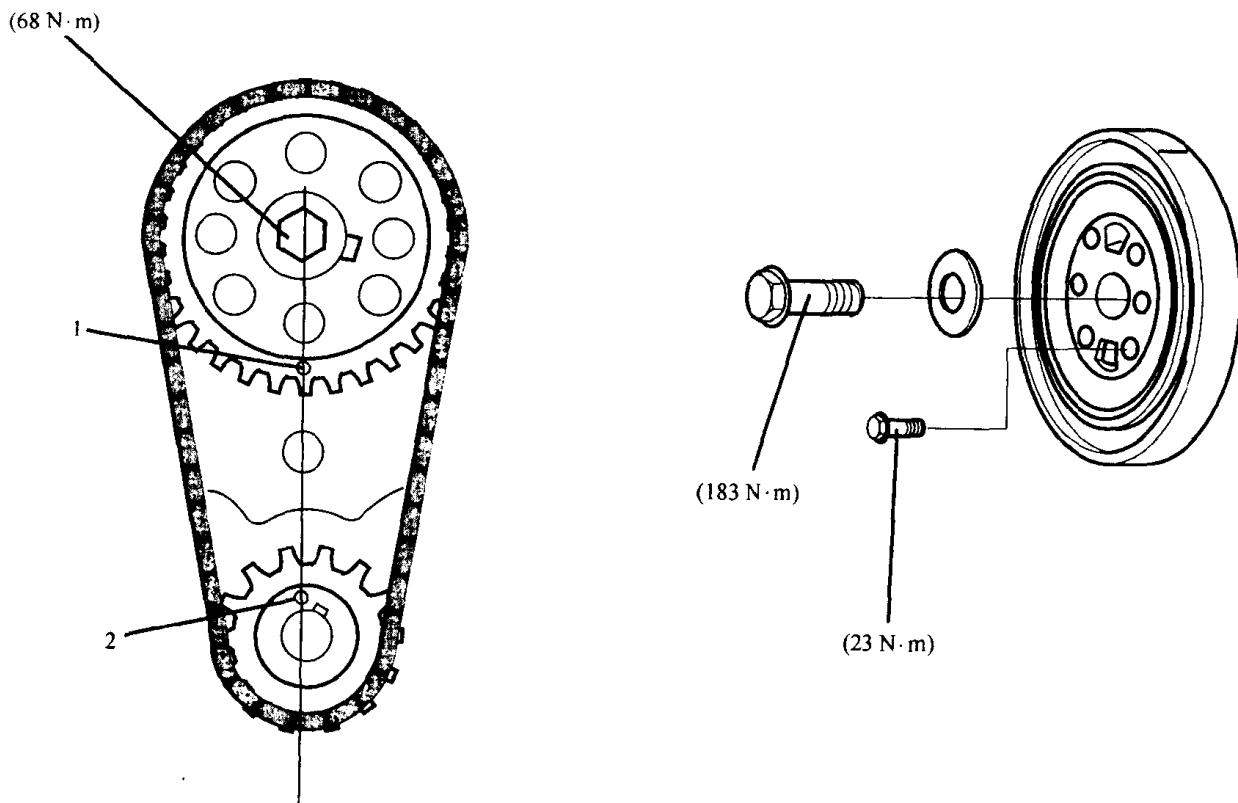

图 1-4
- 如果链节运动超过 3.2mm , 更换正时链。见图 1-4。